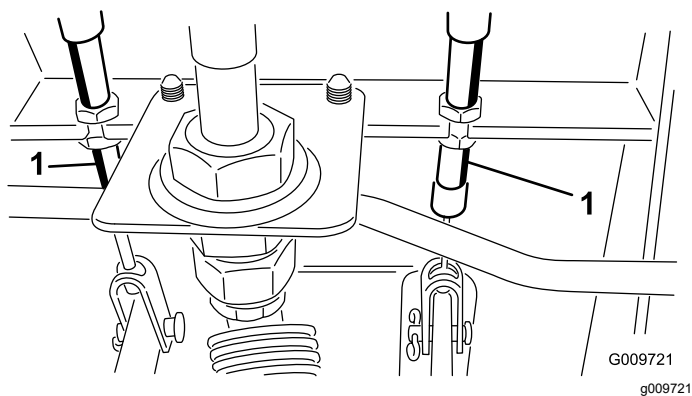

図 76
- A. ブレーキケーブル 図 76 の端にある前ナットをゆるめる。